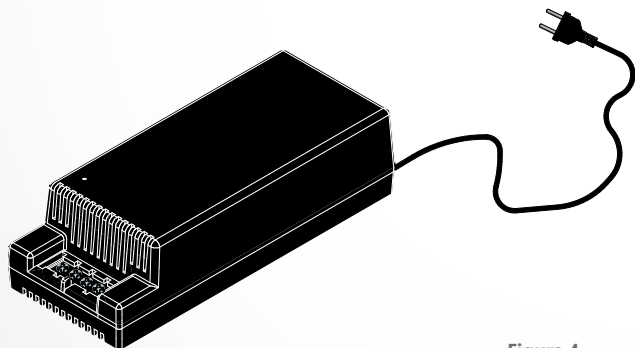

Figura 4
3. Fonte de Energia: Componente responsável por alimentar o equipamento com energia (**Figura 4**).